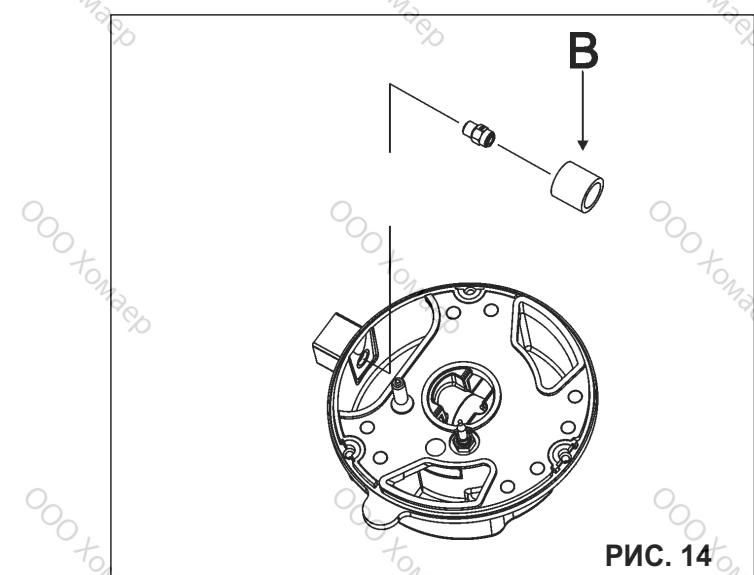

РИС. 14
**Монтажная втулка (B) присутствует (РИС. 14).